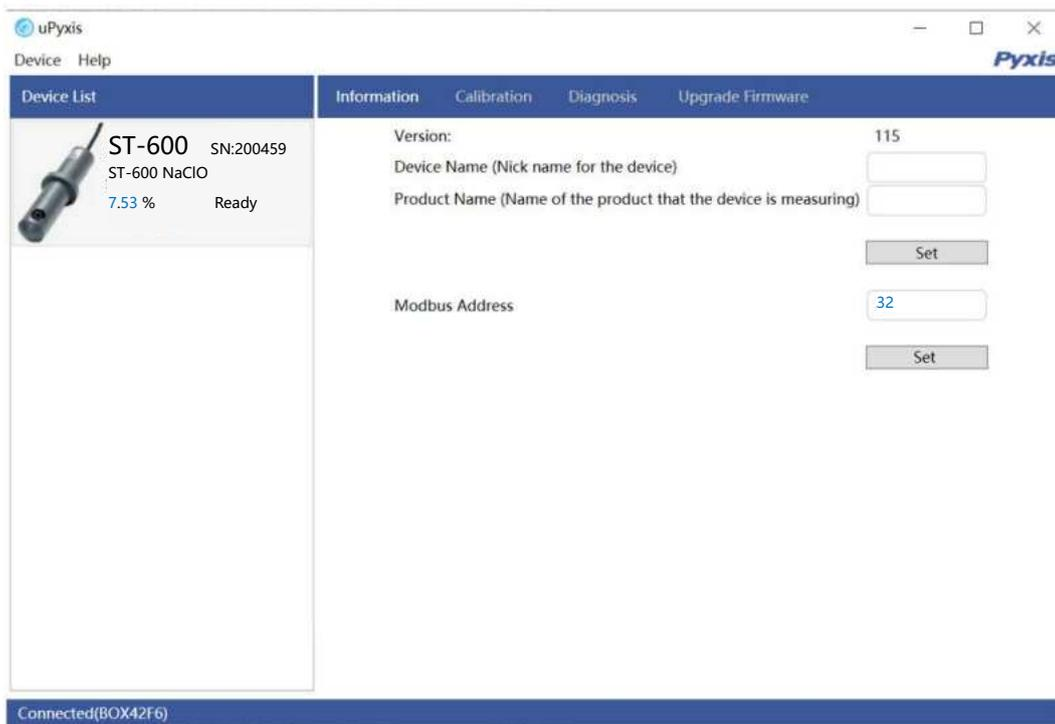

图 4-10 电脑版探头信息
5. 建立连接后，ST-600 系列探头系列号和当前的溶液中次氯酸钠读数显示在信息页面的左侧（图 4-10）。在此页面中，可以看到探头名称，探头的 Modbus 地址可以更改。